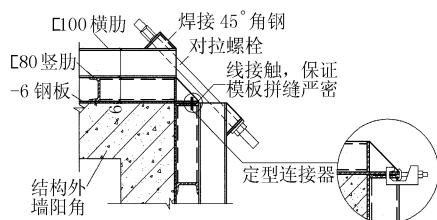

图 2 外墙阳角模
(3) 采用橡胶止水套保证了混凝土不从穿墙栓和模板间的缝隙流出;保证穿墙栓小头全部在外墙面上,防止退螺栓时破损墙面。
(4) 遇有楼板出外墙面时,模板预先开出豁口。
(5) 为了减少墙面接缝及常见的阳角模与大模板连接处错台的质量通病,把标准钢制 86 大模板取消了阳角模板,改为 2 块大模板直接连接。为了保证现场拼装角模的精度,钢制大模板的侧边在加工时用机床铣边,以保证侧面平整、不漏浆。另外在阳角处增加斜拉栓,加强阳角的连接紧密程度,如图 2 所示。